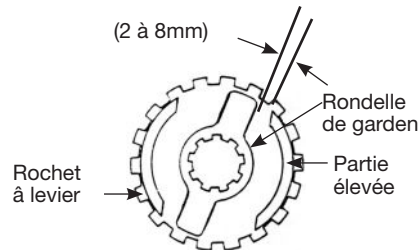

Figure 9 - Positionnement de la rondelle de garde
l'ensemble couvercle du frein (14) sur le bâti et visser le rochet à levier (33) sur l'arbre du pignon. Presser fermement le rochet à levier en position et fixez l'ensemble couvercle du frein au bâti avec les quatre boulons (9). Positionner la rondelle de garde (18) sur l'arbre du pignon de façon qu'il y ait entre 2 à 8 mm entre le bord de la rondelle de garde et la partie élevée de la jante du rochet à levier (Voir Figure 9). Assurez-vous que le levier de direction est en position neutre ("N") et que le ressort du cran d'arrêt et son arbre (20) sont dans l'ensemble du levier (16), fixer